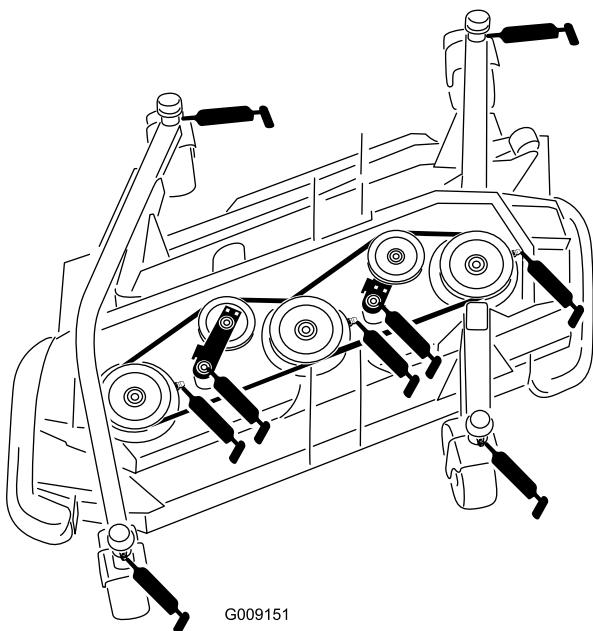

Figura 56
- Casquillo (4) del eje de la horquilla de las ruedas giratorias (Figura 56)
- Cojinetes del eje de la cuchilla (5) (situados en el alojamiento del eje)(Figura 56)
- Casquillos de los pivotes de los brazos tensores (3) (situados en el eje pivotante de cada brazo tensor) (Figura 56)